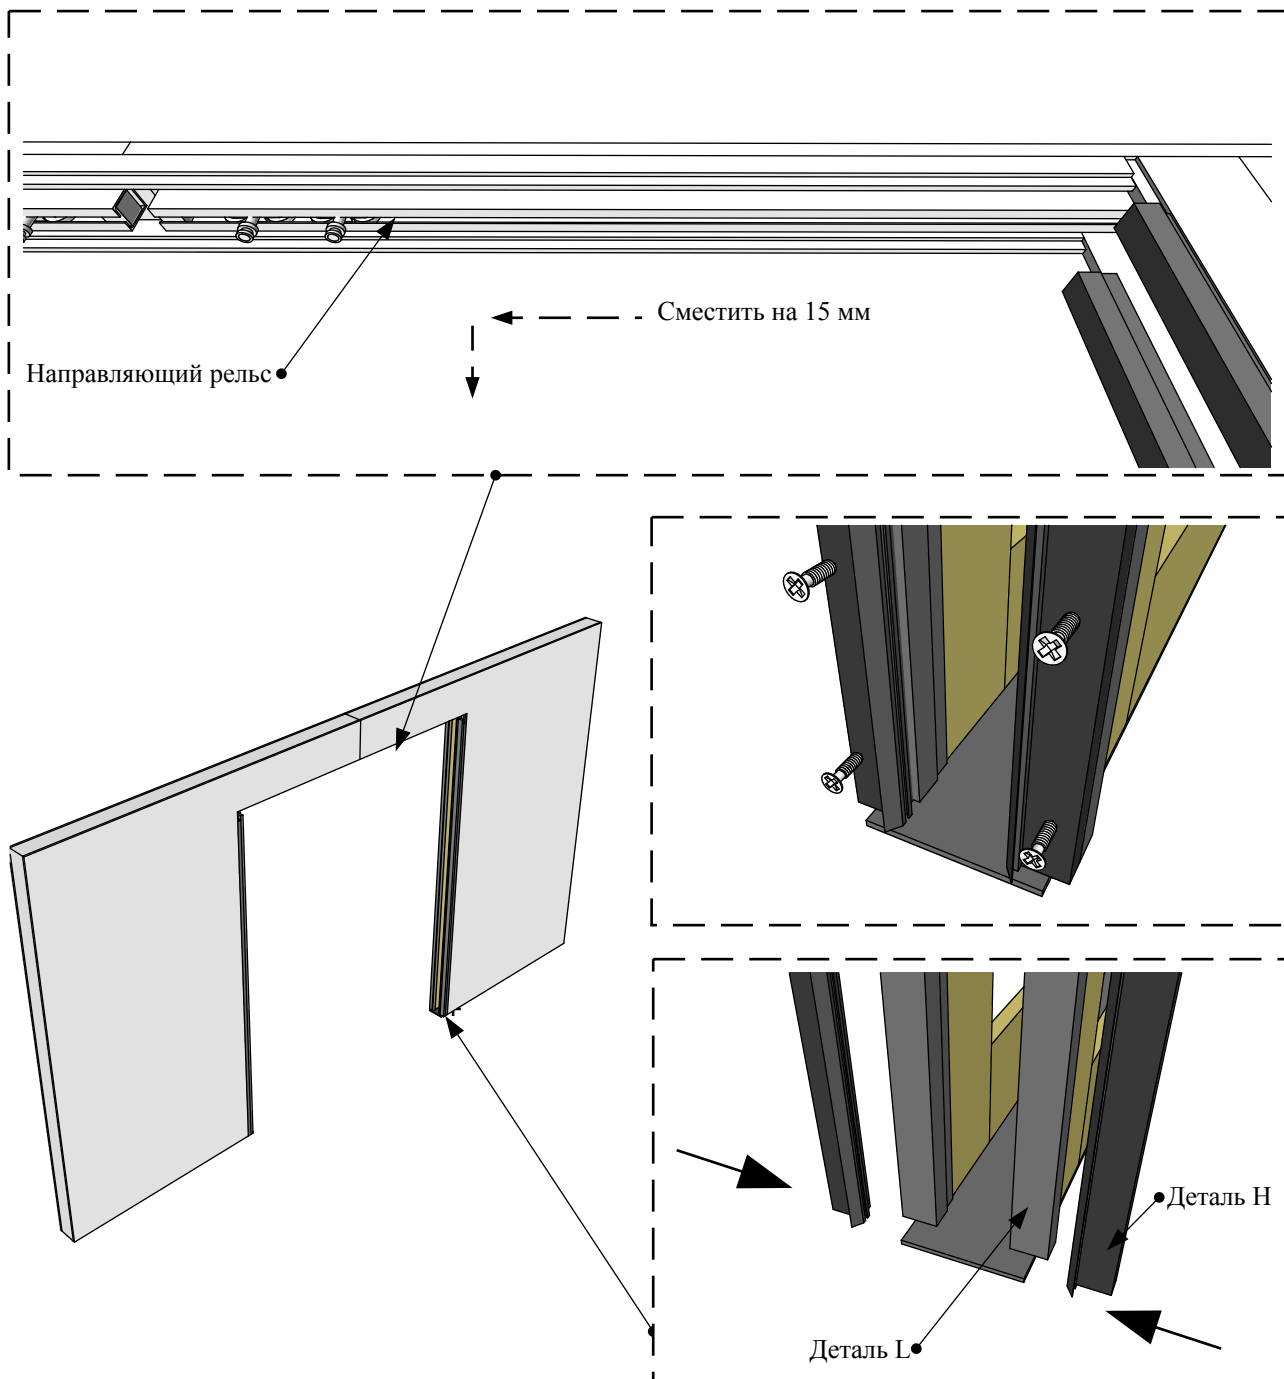

Рисунок 20
8.6. После монтажа дверного полотна следует обратно установить детали Н на жёсткость L, закрепив самрезами 3.5*32 мм. Перед установкой вставьте в пазы деталей Н щёточный уплотнитель (Рис.20).